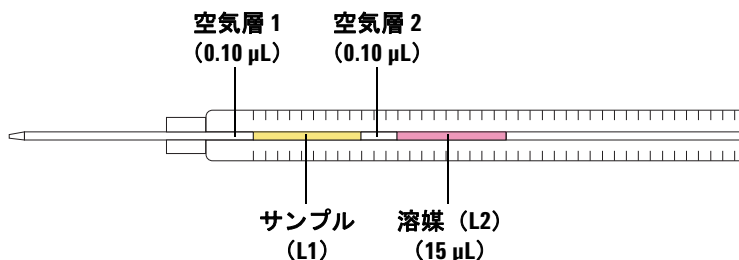

図 63 例：2層のサンドイッチ注入 (サンプル 2.0  $\mu\text{L}$ 、溶媒 15  $\mu\text{L}$ )
2.0  $\mu\text{L}$  のサンプルと 15  $\mu\text{L}$  の溶媒を 0.10  $\mu\text{L}$  のエアギャップで分離する 2 層のサンドイッチ注入を作成してみましょう (図 63)。